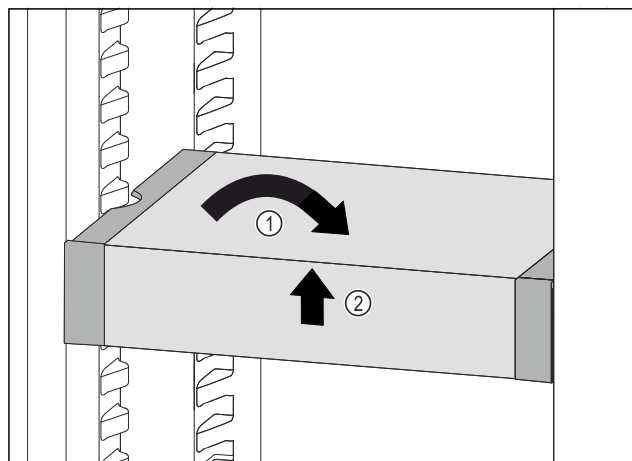

Fig. 140
- VarioSafe recht zetten. Fig. 140 (1)
- VarioSafe aan voorkant optillen. Fig. 140 (2)